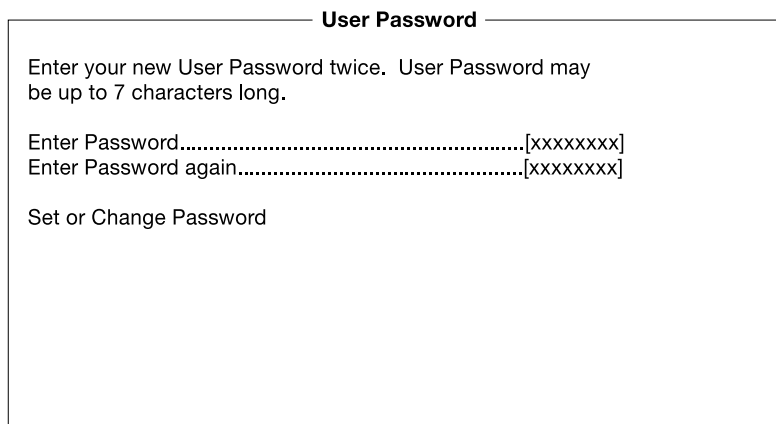

Abbildung 4-14 Bildschirm zum Benutzerkennwort
1. Aktivieren Sie den Parameter „User Password“ im Menü „System Security“ mit der Left- oder der Right-Pfeiltaste. Der Bildschirm „User Password“ wird angezeigt (siehe Abbildung 4-14):